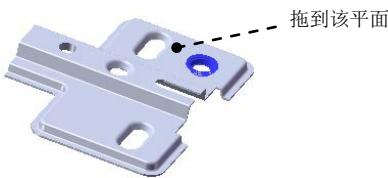

图 16.6.54 成形特征 6
Step10. 创建图 16.6.54 所示的成形特征 6。
(1) 单击任务窗格中的“设计库”按钮 ，打开“设计库”对话框。
(2) 单击“设计库”对话框中的  ch16 节点，在设计库下部的列表框中选择“hinge_shaped_tool_05”文件并拖动到图 16.6.54 所示的平面，在弹出的“成形工具特征”对话框中单击  按钮。